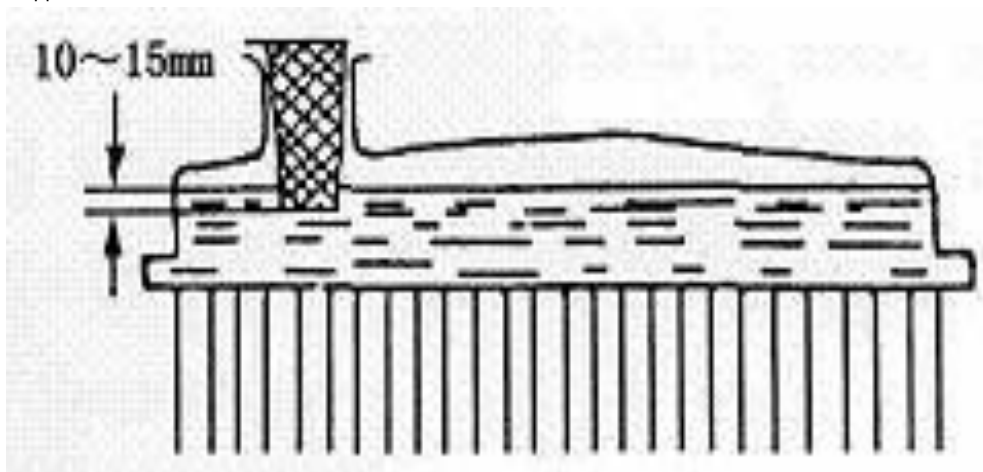

Рис. 18
4. Проверить уровень охлаждающей жидкости (Рис. 18).